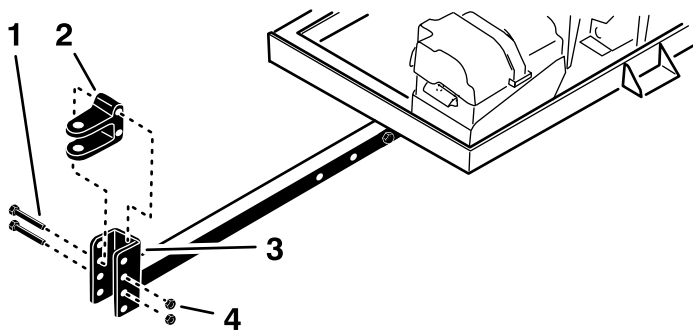

Figura 5
- Scoatei cele 2 uruburi i cele 2 contrapiulie care fixează capătul de furcă al dispozitivului de cuplare (Figura 5) de tubul dispozitivului de cuplare.
5. Asamblei capătul de furcă al dispozitivului de cuplare de tubul dispozitivului de cuplare cu 2 uruburi i 2 contrapiulie (Figura 5).